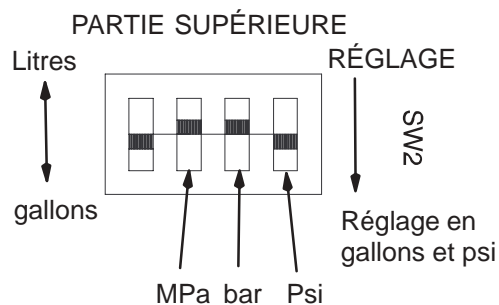

Fig. 13
2. Régler les commutateurs à son gré, Fig. 13.